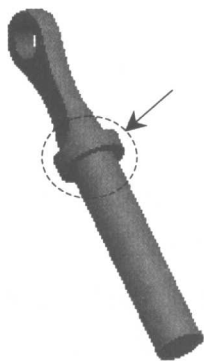
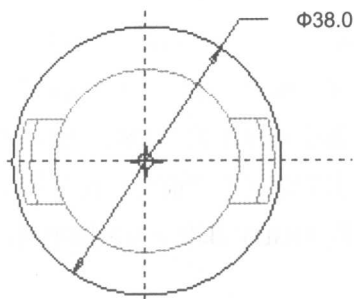

图 1.1.12
图 1.1.13
Step8. 创建如图 1.1.12 所示的实体拉伸特征, 相关操作如下。
(1) 选择   命令。
(2) 在出现的操控板中选取拉伸类型: 单击“实体”类型图标 .
(3) 定义草绘截面放置属性。
① 单击操控板中的“草绘”图标 .
② 设置草绘平面: 选择 DTM1 基准面作为草绘平面。
③ 设置草绘视图方向: 采用模型中默认黄色箭头的方向为草绘视图方向。
④ 指定草绘平面的参照: 选取 TOP 基准面作为草绘平面的参照。
⑤ 指定草绘平面参照的方位: 选取“顶”作为草绘平面参照的方位。
⑥ 完成草绘截面放置属性: 单击草绘截面放置属性定义窗口中的  按钮。
(4) 创建特征截面: 绘制如图 1.1.13 所示的特征截面, 完成后单击图标 .
(5) 选取深度类型及其深度: 在操控板中, 选取深度类型 , 再在深度文本框中键入深度 10。